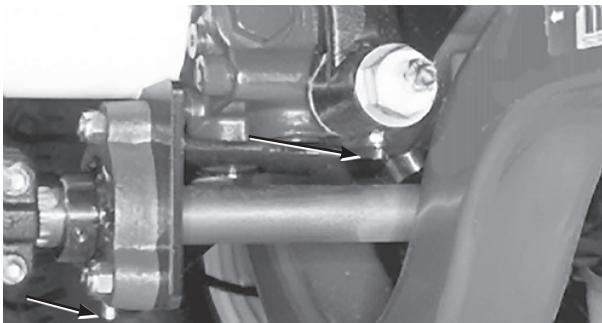

図 39
- ・ トランスマッision部にある走行コントロールのリンク部 (1ヶ所)、駆動シャフトのサポートのベアリング (1ヶ所)、後アクスルの駆動シャフト (3ヶ所) (図39)。